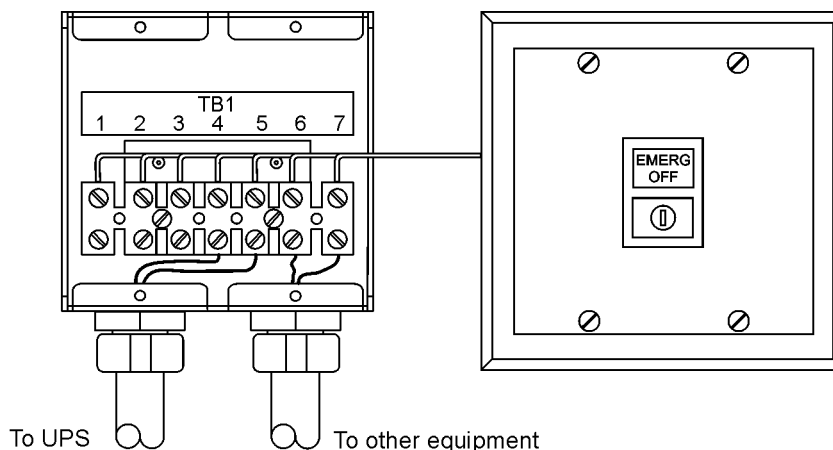

Abbildung 4-16. Externer EPO-Schalter
Ein externer EPO-Schalter kann im Notfall verwendet werden, um die USV abzuschalten und den Verbraucher von einem gewissen Abstand von der USV-Installation aus von der Stromversorgung zu trennen. Abbildung 4-16 zeigt einen externen EPO-Schalter.
11. Installieren Sie bei Bedarf eine Verkabelung vom externen EPO-Schalter zum Auslöseschaltkreis der vorgeschalteten Schutzvorrichtungen. Gemäß Darstellung in Abbildung 4-16 ist ein Schließer-Kontakt (NO) zwischen den Anschlüssen 6 und 7 des externen EPO-Schalters vorhanden (wo zutreffend). Die Verkabelung des externen EPO-Schalters muss entsprechend der örtlichen Vorschriften durchgeführt werden.